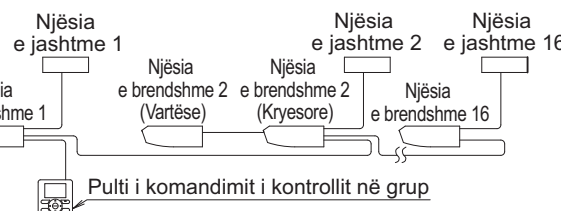

Fig. 34
- Kur e përdorni si njësi çift ose si njësi kryesore për sistemin me përdorim të njëkohshëm, ju mund të kryeni kontrollin (në grup) për ndezjen/fikjen e njëkohshme të deri në 16 njësive me pultin e komandimit. (Shihni fig. 34)
- (1) Hiqni kapakun e kutisë së kontrollit. (Shihni pikën "9. SI LIDHEN TELAT DHE SHEMBULLI I INSTALIMIT".)
- (2) Lidhni telin bashkues midis terminaleve (P1, P2) brenda kutisë së kontrollit për pultin e komandimit. (Këtu nuk ka pole.) (Shihni fig. 34 dhe tabelën 3)